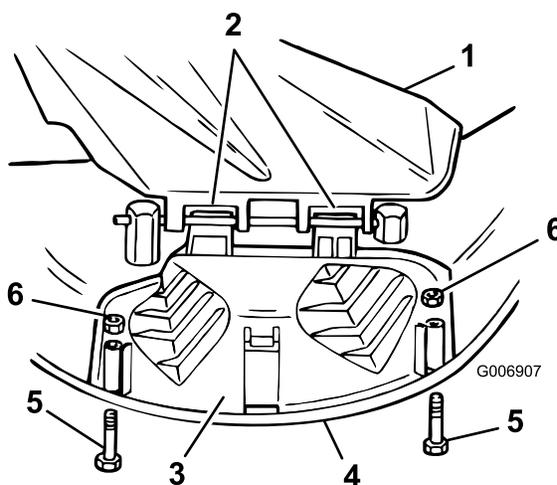

Figura 15
3. Gire hacia abajo la tapa de descarga sobre la abertura, y sobre el borde inferior del cortacésped (Figura 15).
4. Fije la tapa de descarga sobre el borde inferior del cortacésped con pernos y tuercas (Figura 15).